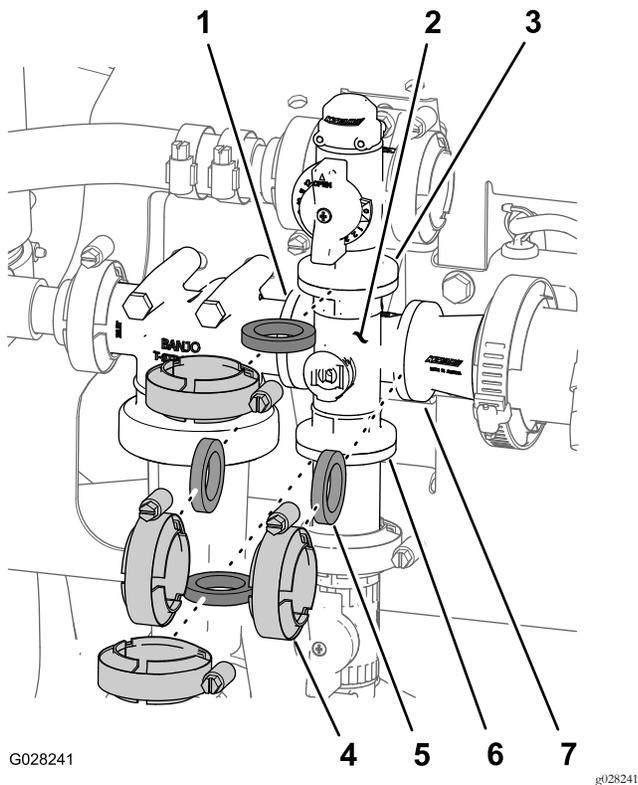

Bild 112
1. Entfernen Sie die Klemmen und Dichtungen, mit denen der Verteiler für das Rührwerkventil am Rührwerksicherheitsventil, Druckfilterkopf, an der Reduzierkupplung und am Adapteranschlussstück (Rührwerkdruckdrosselventil) befestigt ist, wie in **Bild 112** abgebildet.